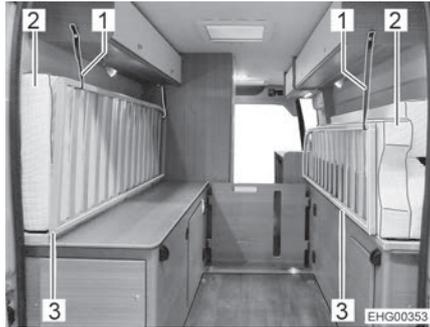

Fig. 37 Materassi e reti dei letti (posizione di trasporto)
- Ribaltare i materassi (con tavola centrale e puntone diagonale) verso il lato destro e il lato sinistro, vedi Fig. 37.
- Ripiegare in alto le due reti dei letti (Fig. 37,3).
- Fissare sui due lati i materassi (Fig. 37,2) e la rete del letto con la cintura di ritegno (Fig. 37,1).